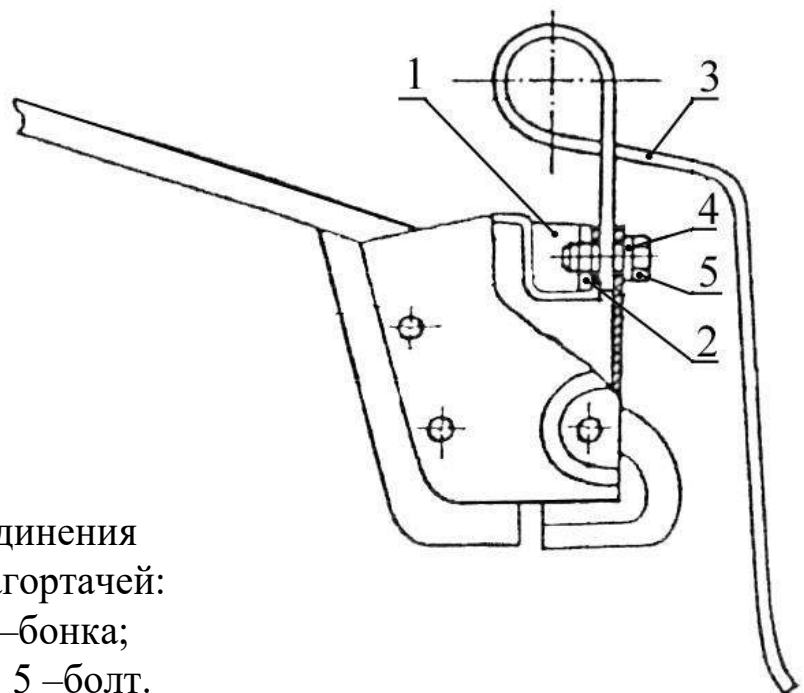

Рис. 10. Схема присоединения пружинных загортачей:
4.2.3. Присоединить пружинные загортачи к сошникам заднего ряда (рис. 10).